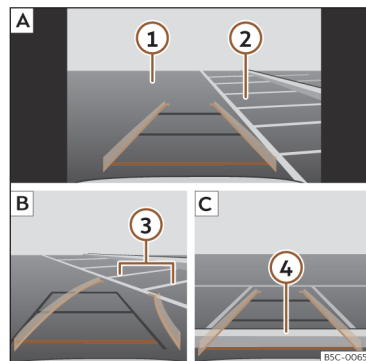

Fig. 154 Visualização no ecrã do sistema de infotainment: estacionar com o assistente de marcha-atrás.
Legenda da >>> **Fig. 154:**
- Posicione o veículo à frente do lugar de estacionamento >>> **Fig. 154** **2** **A**.